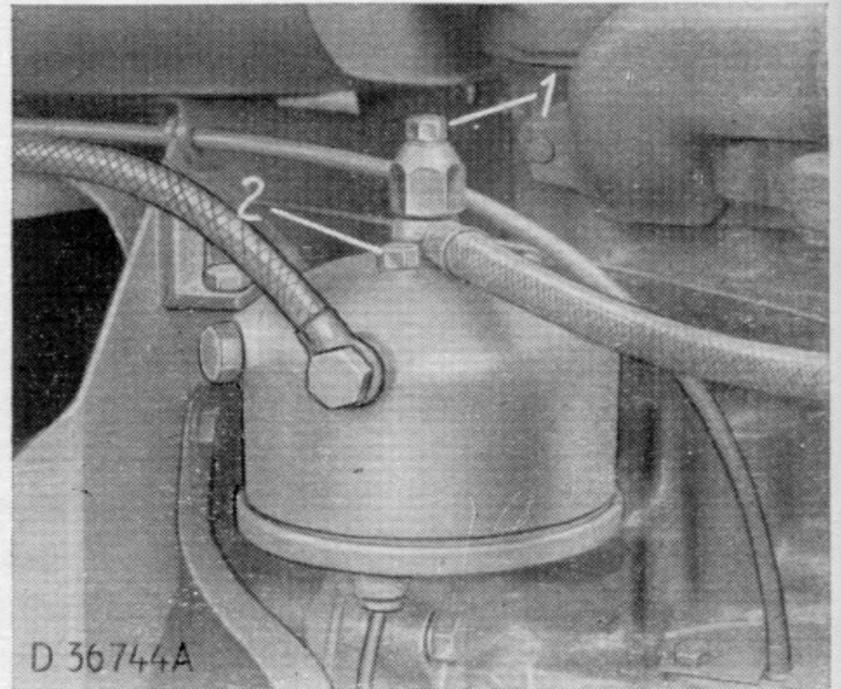

Bild 54
- b) Entlüftungsschrauben 1 und 2 (Bild 54) am Kraftstofffilter lösen, **einige Minuten warten**, bis der Kraftstoff durch die Filtereinsätze gedrungen ist. Entlüftungsschrauben erst dann festziehen, wenn der Kraftstoff **frei von Luftblasenschaum** ausfließt.